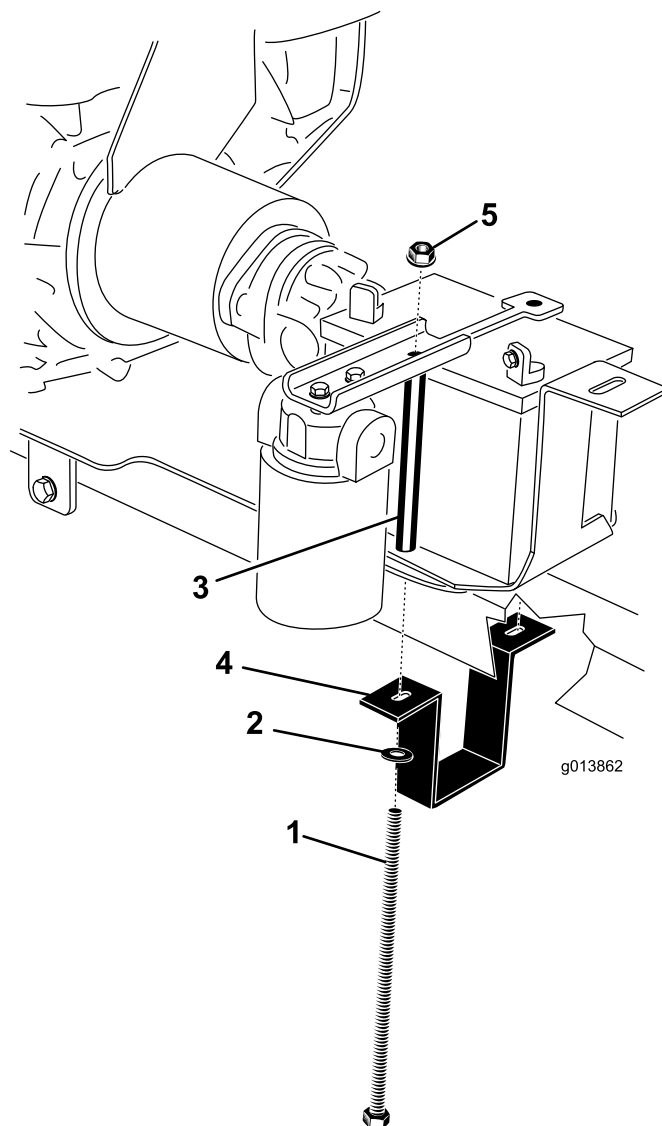

図 8
2. ワッシャ(2) 5. フランジナット(2個)
21. エンジン取り付けブラケットを調整して、このブラケットがヒッチに対してしっかり取り付くようにする。エンジン取り付けブラケットをエンジン取り付けプレートに固定しているボルト 2 本をしっかりと締め付ける (図 8)。
23. バッテリートレイにバッテリーを載せる；端子が図 8 のようになるように載せること。
24. バッテリーにバッテリー押さえを取り付ける (図 8)。
25. バッテリー取り付け用ストラップを、ヒッチチューブの下に保持する (図 8)。
26. 右側では、ワッシャ、バッテリー押さえストラップ、エンジン取り付けプレート、バッテリートレイ、バッテリー押さえを貫通させて、バッテリーボルトを取り付ける。そしてフランジナットで仮止めする (図 8)。
27. 左側では、ワッシャ、バッテリー押さえストラップ、エンジン取り付けプレート、バッテリートレイ、バッテリーボルトチューブ、バッテリー押さえを貫通させて、ボルトを取り付ける。そしてフランジナットで仮止めする (図 8)。